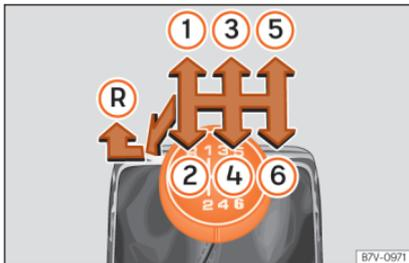

Abb. 50 Schaltschema des 6-Gang-Schaltgetriebes.
Auf dem Schalthebel sind die Positionen der einzelnen Fahrgänge dargestellt »» **Abb. 50**.
nach links und dann nach vorn in die Rückwärtsgangposition »» **Abb. 50** (R) schieben.